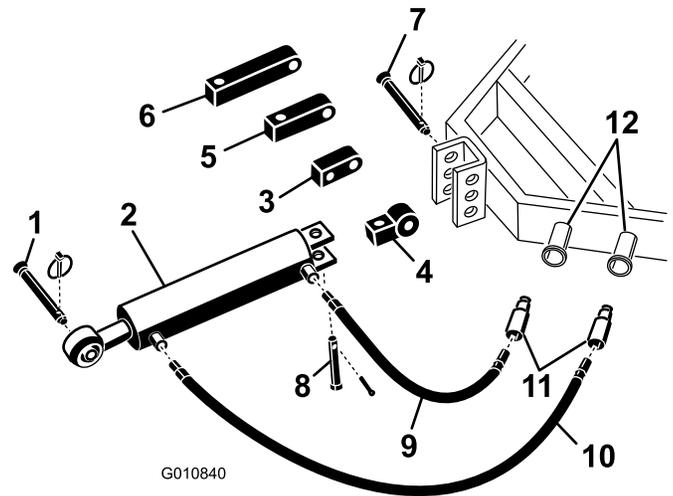

Figura 5
1. Fixe a extremidade de ligação do braço de ligação do hidráulico ao tractor com os pinos fornecidos com o tractor (Figura 5). Posicione o braço superior hidráulico de forma a que a extremidade da barra fique voltada para o arejador. As portas do cilindro devem ficar posicionadas na direcção dos hidráulicos de potência auxiliar do tractor.
Nota: Se o cilindro hidráulico tiver de ficar posicionado com as portas voltadas para cima, utilize o bloco rotacional em vez do bloco de montagem padrão para reposicionar o cilindro (Figura 5). Deve ser utilizada uma ligação hidráulica de 90 graus em vez do bloco rotacional (as conexões não foram fornecidas).
- A. Retire o contrapino e o pino que fixam a ligação padrão ao cilindro (Figura 5). Retire a ligação do cilindro.
- B. Instale o bloco rotacional no cilindro com os pinos previamente retirados (Figura 5).
2. Ligue a mangueira hidráulica de 107 cm à porta do braço superior hidráulico que está mais perto do arejador Figura 5. Aplique fita Teflon ou vedante de rosca nas estrias da mangueira para evitar quaisquer fugas.
3. Ligue a mangueira hidráulica de 76 cm à porta do braço superior hidráulico que está mais perto do tractor Figura 5. Aplique fita Teflon ou vedante de rosca nas estrias da mangueira para evitar quaisquer fugas.
Se o cilindro hidráulico não chegar ao suporte de montagem do arejador, utilize um bloco de extensão em vez do bloco de montagem padrão para ligar o cilindro ao tractor (Figura 5).
- Retire o contrapino e o pino que fixam a ligação padrão ao cilindro (Figura 5). Retire a ligação do cilindro.
- Instale o bloco de extensão com o comprimento necessário no cilindro com os pinos previamente retirados (Figura 5).